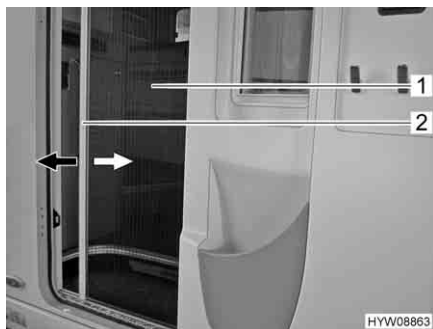

Fig. 52 Protezione contro gli insetti
- Afferrare la barra di presa (Fig. 52,2) con entrambe le mani ed estrarre con movimento uniforme la protezione contro gli insetti (Fig. 52,1) dall'alloggiamento della porta.
- Afferrare la barra di presa (Fig. 52,2) con entrambe le mani e spingere la protezione contro gli insetti (Fig. 52,1) nell'alloggiamento della porta esercitando una leggera pressione.